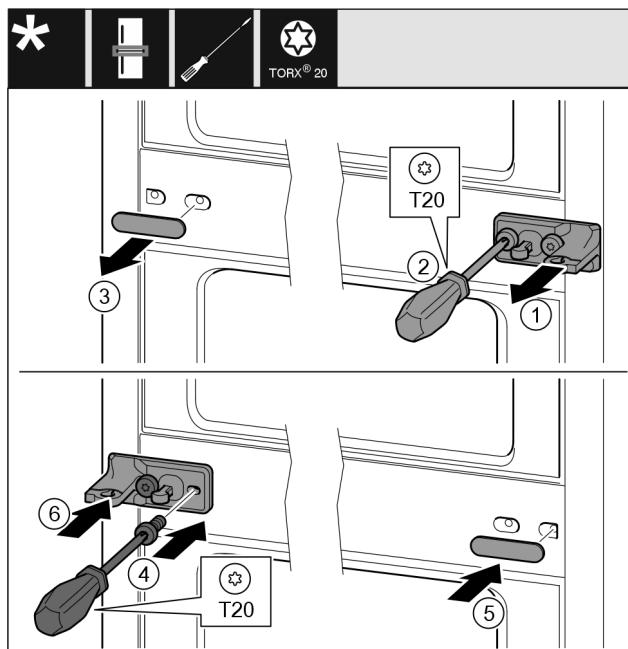

Fig. 12
- Snemite šipo Fig. 12 (1).
- Izvijte vijake Fig. 12 (2) z izvijačem.
- Previdno snemite pokrov Fig. 12 (3).
- Zategnite ležajni podstavek s folijo Fig. 12 (4), obrnjen za 180°, na drugi strani.
- Namestite pokrov Fig. 12 (5), obrnjen za 180°, na drugi strani.
- Nasadite šipo Fig. 12 (6) s sprednje strani.